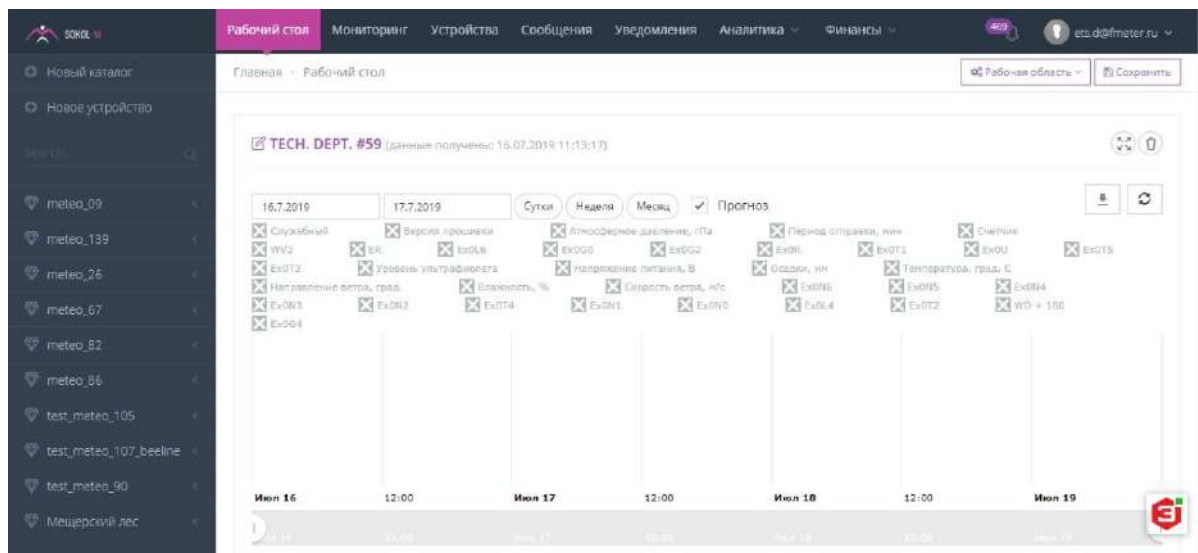

Рисунок 24 – Работа с облачным сервисом
6.12.1 Для работы с облачным сервисом SOKOL-M, на который метеостанция в автоматическом режиме отправляет сообщения, необходима регистрация пользователя. После регистрации пользователю открывается доступ к конкретной метеостанции. Для идентификации метеостанции на заводе-изготовителе ей присваивается имя. Имя метеостанции начинается словом «meteo_», далее указывается её порядковый номер, например, «meteo_09» (рис.24).